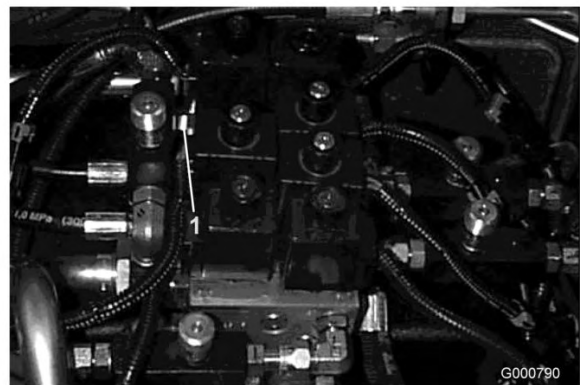
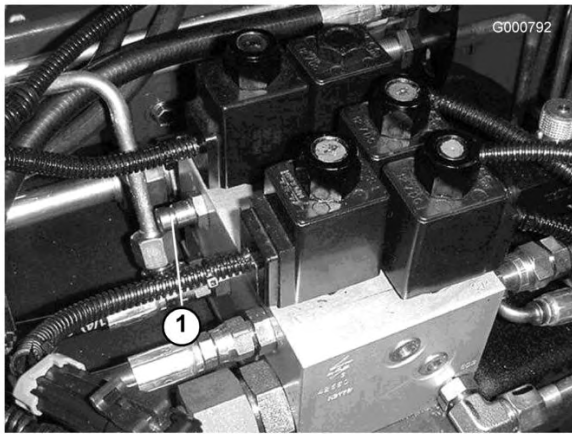

Figura 80
Figura 81
1. El punto de prueba A (Figura 80 y Figura 81) se utiliza para localizar problemas en el circuito hidráulico de los cilindros de elevación.